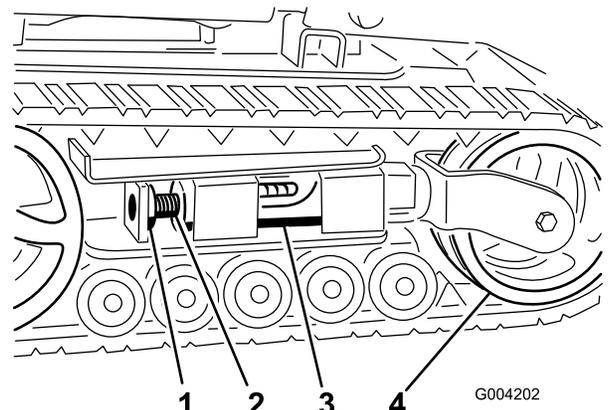
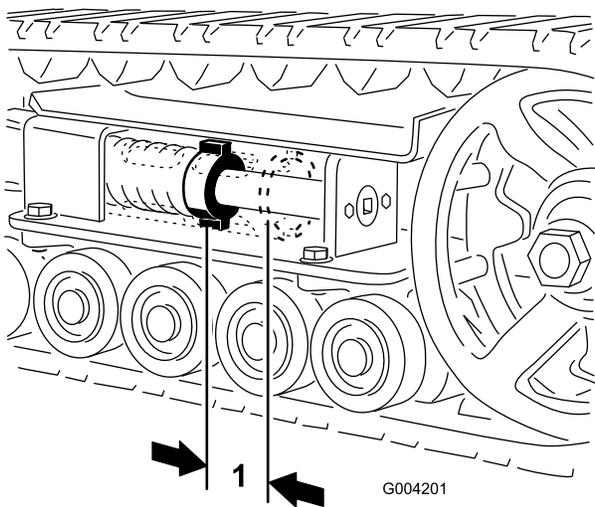
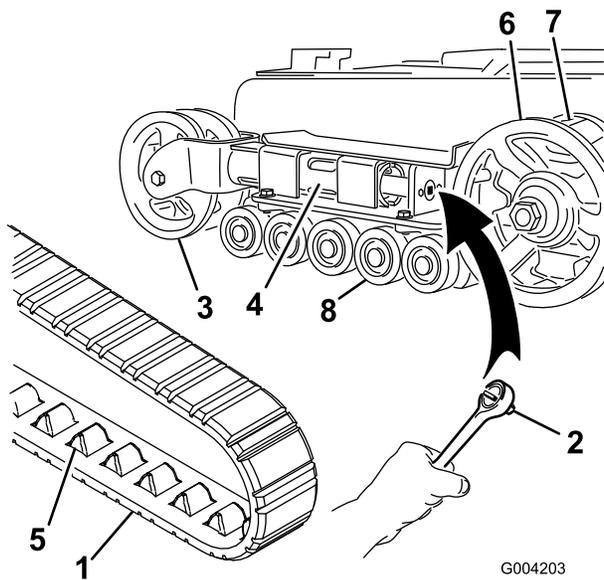
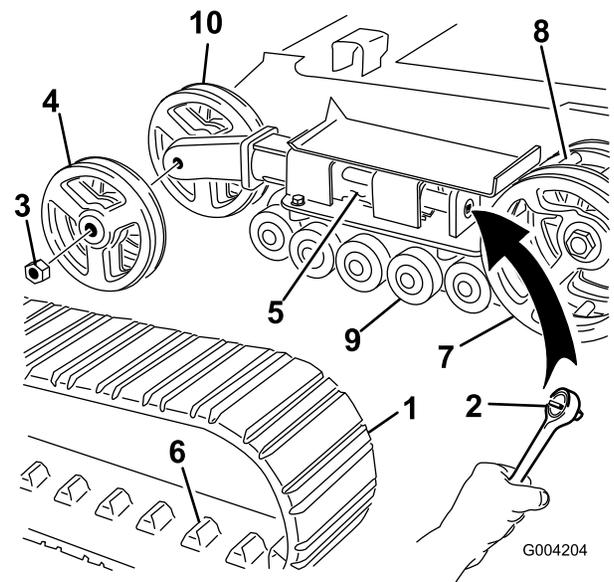

Bild 48
Bild 47
Bild 49
Bild 50
Der Abstand zwischen der Spannungsmutter und der Rückseite des Spannungsrohrs sollte 7 cm sein (Bild 47). Stellen Sie ansonsten die Kettenspannung wie folgt ein:
3. Entfernen Sie die Befestigungsschraube und Mutter (Bild 48).
4. Drehen Sie die Spanschraube mit einem Sechskantschlüssel (1/2") (Bild 49) nach links, bis der Abstand zwischen der Spannungsmutter und der Rückseite des Spannungsrohrs (Bild 47) 7 cm beträgt.
5. Richten Sie die am nächsten liegende Kerbe in der Spanschraube mit dem Loch der Befestigungsschraube aus und befestigen Sie die Schraube mit der Befestigungsschraube und Mutter (Bild 48).
4. Lösen Sie die Antriebsspannung mit einem Sechskantschlüssel (1/2 Zoll), indem Sie die Spanschraube nach rechts drehen (Bild 48 und Bild 49).
5. Drücken Sie das Spannrad zur Rückseite der Maschine, um den Abzweigschlauch gegen den Rahmen zu bewegen (Bild 49). (Wenn es den Rahmen nicht berührt, drehen Sie die Spannschraube so lange, bis es funktioniert.)
7. Wenn Sie die Kette vom Spannrad entfernt haben, entfernen Sie sie auch vom Antriebsrad und den Straßenrädern (Bild 49).
8. Legen Sie die neue Kette, beginnend beim Antriebswirbel, um den Wirbel und stellen Sie sicher, dass die Stollen an der Kette zwischen die Distanzstücke auf dem Wirbel passen (Bild 49).
9. Drücken Sie die Kette unter und zwischen die Straßenräder (Bild 49).
11. Drehen Sie die Spannschraube nach links, bis der Abstand zwischen der Spannmutter und der Rückseite des Spannungsrohrs (Bild 47) 7 cm beträgt.
4. Lösen Sie die Antriebsspannung mit einem Sechskantschlüssel (1/2 Zoll), indem Sie die Spannschraube nach rechts drehen (Bild 48 und Bild 50).
5. Drücken Sie das Spannrad zur Rückseite der Maschine, um den Druckschlauch gegen den Rahmen zu bewegen (Bild 50). (Wenn es den Rahmen nicht berührt, drehen Sie die Spannschraube so lange, bis es funktioniert.)
6. Nehmen Sie die Mutter ab, mit der das äußere Spannrad befestigt ist. Nehmen Sie das Rad ab (Bild 50).
7. Nehmen Sie die Kette ab (Bild 50).
8. Nehmen Sie die Mutter ab, mit der das innere Spannrad befestigt ist. Nehmen Sie das Rad ab (Bild 50).
12. Setzen Sie das innere Spannrad ein und befestigen Sie es mit der vorher abgenommenen Mutter (Bild 50).
14. Montieren Sie die neue Kette. Achten Sie darauf, dass die Stollen in der Kette zwischen die Distanzstücke in der Mitte des Antriebsrads passen (Bild 50).
15. Setzen Sie das äußere Spannrad ein und befestigen Sie es mit der vorher abgenommenen Mutter (Bild 50).
17. Drehen Sie die Spannschraube nach rechts, bis der Abstand zwischen der Spannmutter und der Rückseite des Spannungsrohrs 7 cm beträgt (Bild 47).